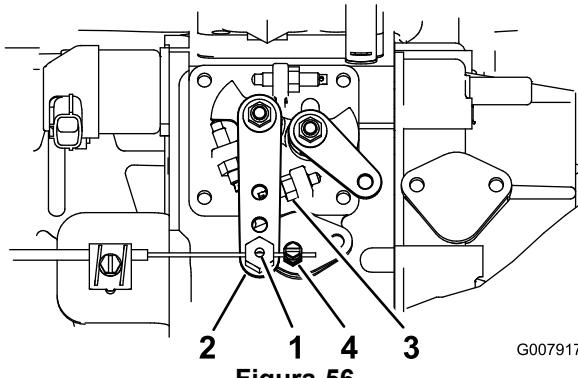

Figura 56
2. Allentate il raccordo del cavo dell'acceleratore, sul cavo dell'acceleratore, vicino alla leva della pompa di iniezione (Figura 56).
3. Tenete il braccio della leva della pompa di iniezione contro il fermo della minima superiore (Figura 56).